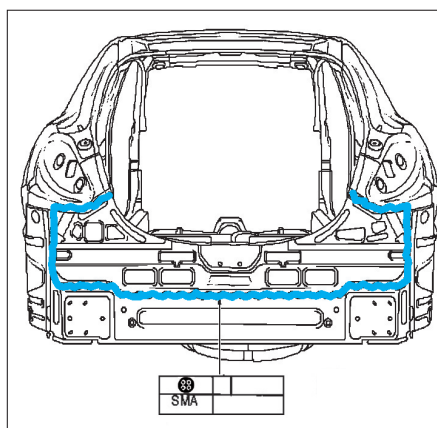

FIG. 103
- Encoller le joint du panneau extérieur sur le panneau intérieur (**fig. 103**).